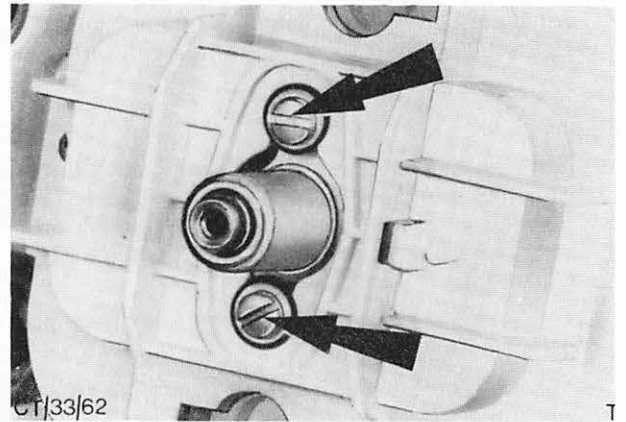

Abb. 23 A = Geschwindigkeitsmesser wird mit 2 Schrauben (Pfeil) und Gummibüchsen im Gehäuse befestigt.
5. Geschwindigkeitsmesser mit Dichtung in das Gehäuse einsetzen und mit 2 Schrauben und Gummibüchsen befestigen, Abb. 23.
6. Geschwindigkeitsmesser kompl. am Kombiinstrument aufsetzen (Führungszapfen beachten!) und mit 4 Schrauben befestigen, Abb. 23 a.
Abb. 23 a Geschwindigkeitsmesser kompl. zu den Führungszapfen ausrichten und ansetzen